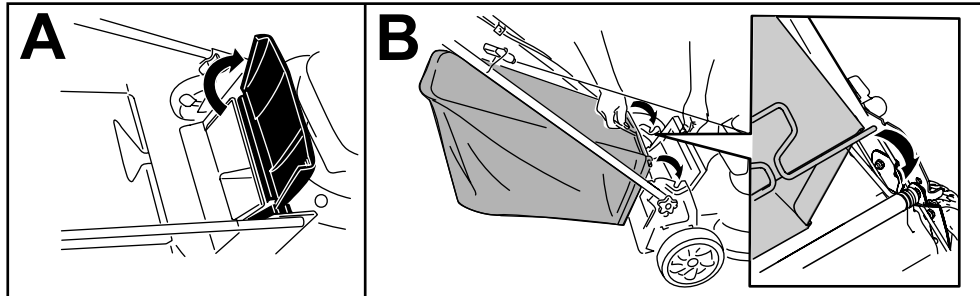

Bild 15
1. Heben Sie das hintere Ablenkblech an und halten Sie es hoch (A in Bild 15).
2. Setzen Sie den Grasfangkorb ein, stellen Sie sicher, dass die Stifte am Fangkorb in den Kerben am Holm sind (B in Bild 15).